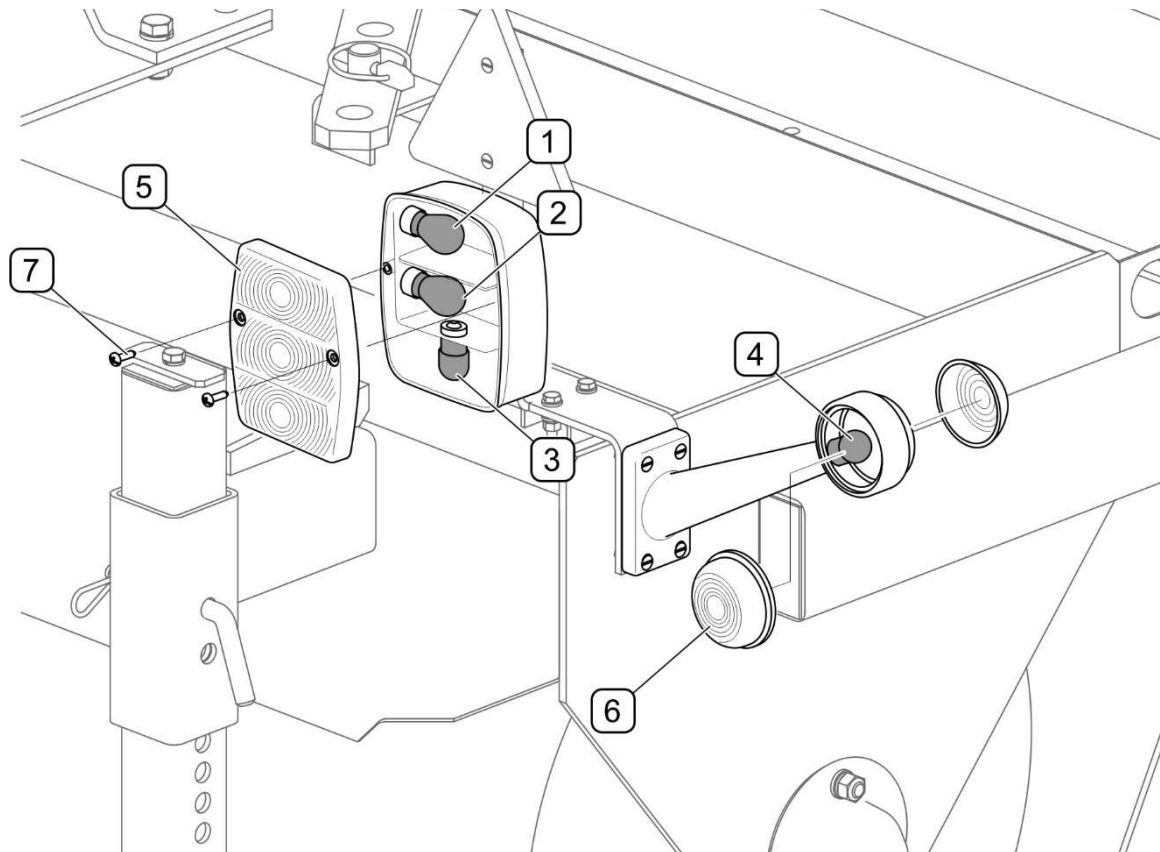

ABB. 5.11 Auswechseln von Glühbirnen
(1) - *Blinker-Glühbirne*; (2) - *Glühbirne der Bremsleuchte*; (3) - *Glühbirne der Rückleuchte*; (4) - *Glühbirne der Umrissleuchten*; (5) - *Lampenschirm der Rückleuchte*; (6) - *Lampenschirm der Umrissleuchte*; (7) - *Schrauben*
Den Stecker in die 7-polige Steckdose am Schlepper stecken und die Funktion der Beleuchtung prüfen. Falls eine Glühbirne in der Rückleuchte durchgebrannt ist, müssen die Befestigungsschrauben (7) des Lampenschirms (5) herausgeschraubt und die Glühbirne ausgewechselt (ABB. 5.11). Um eine Glühbirne in der Umrissleuchte auszuwechseln, muss der Lampenschirm (6) aus dem elastischen Gehäuse herausgenommen werden.
Falls die Elektrik der Sprühvorrichtung nicht einwandfrei funktioniert, muss zuerst der Wasserstand im Behälter und die Verschmutzung der Filter (ABB. 5.11) geprüft werden. Außerdem muss geprüft werden, ob die Steuerleitung mit dem Schalter und die Versorgungsleitung der Wasserpumpe richtig angeschlossen sind.